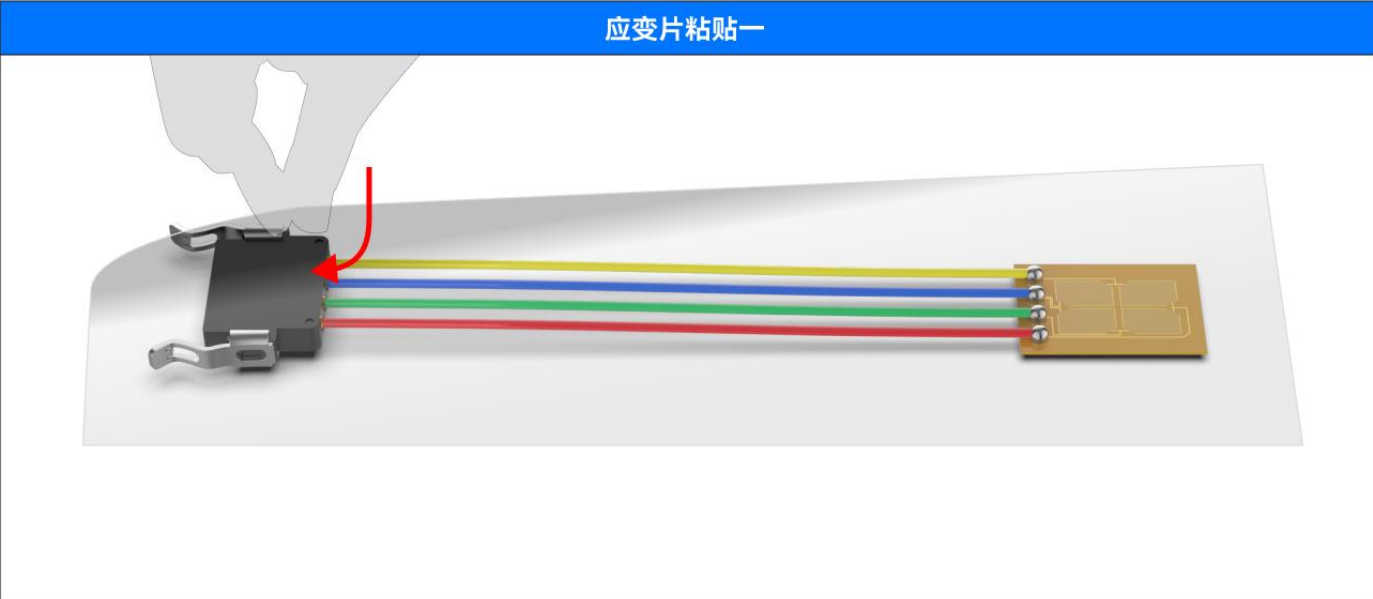

图3.8
3. 切割一段长度约为150mm的聚酯薄膜胶带。小心地将胶带放在应变片的顶部，并将应变片大致粘在聚酯薄膜胶带的中心，如图3.8。将胶带粘在玻璃板上，并使应变片处于中心位置。